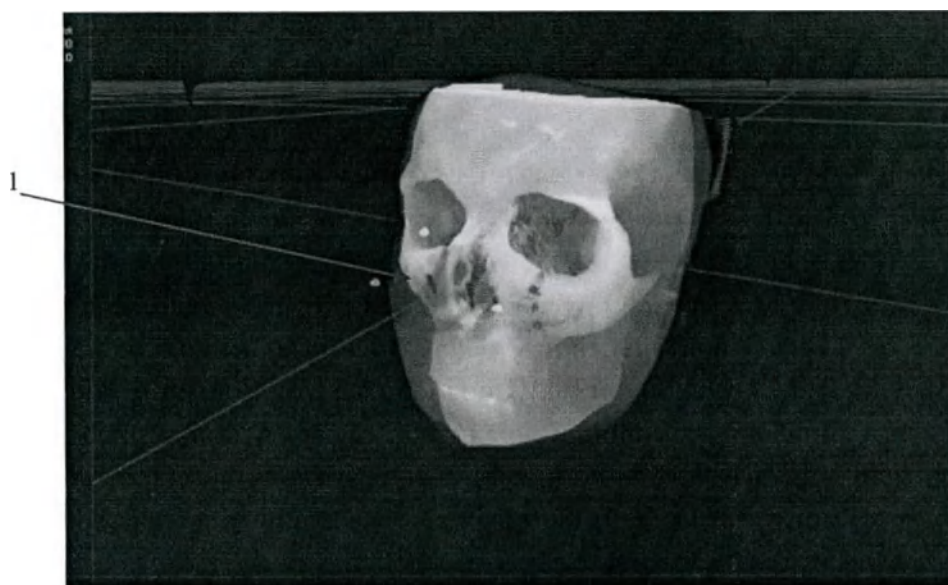

Рисунок 58 Уточнение положения точки
2. Выбрать рентгеноконтрастную метку в одной из проекций по положению рентгеноконтрастной точки (1, Рисунок 58). После чего в месте рентгеноконтрастной точки создастся красная точка (1, Рисунок 58).